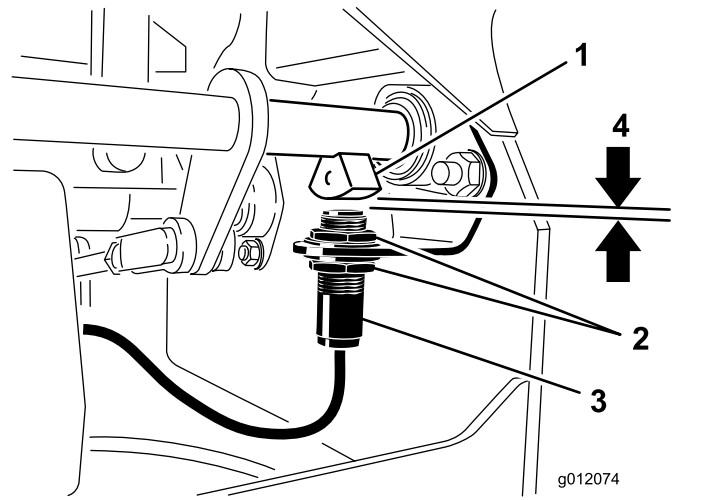

Figura 60
4. Mueva el interruptor hacia arriba o hacia abajo en el soporte hasta que la distancia entre el sensor del eje del freno y el émbolo del interruptor sea de 3.9 mm (5/32") (Figura 60).